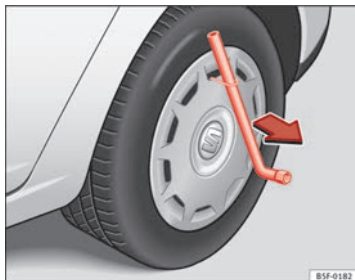

Fig. 147 Retirar o tampão
- Retire o tampão integral da roda com o gancho metálico ⇒ Fig. 147.